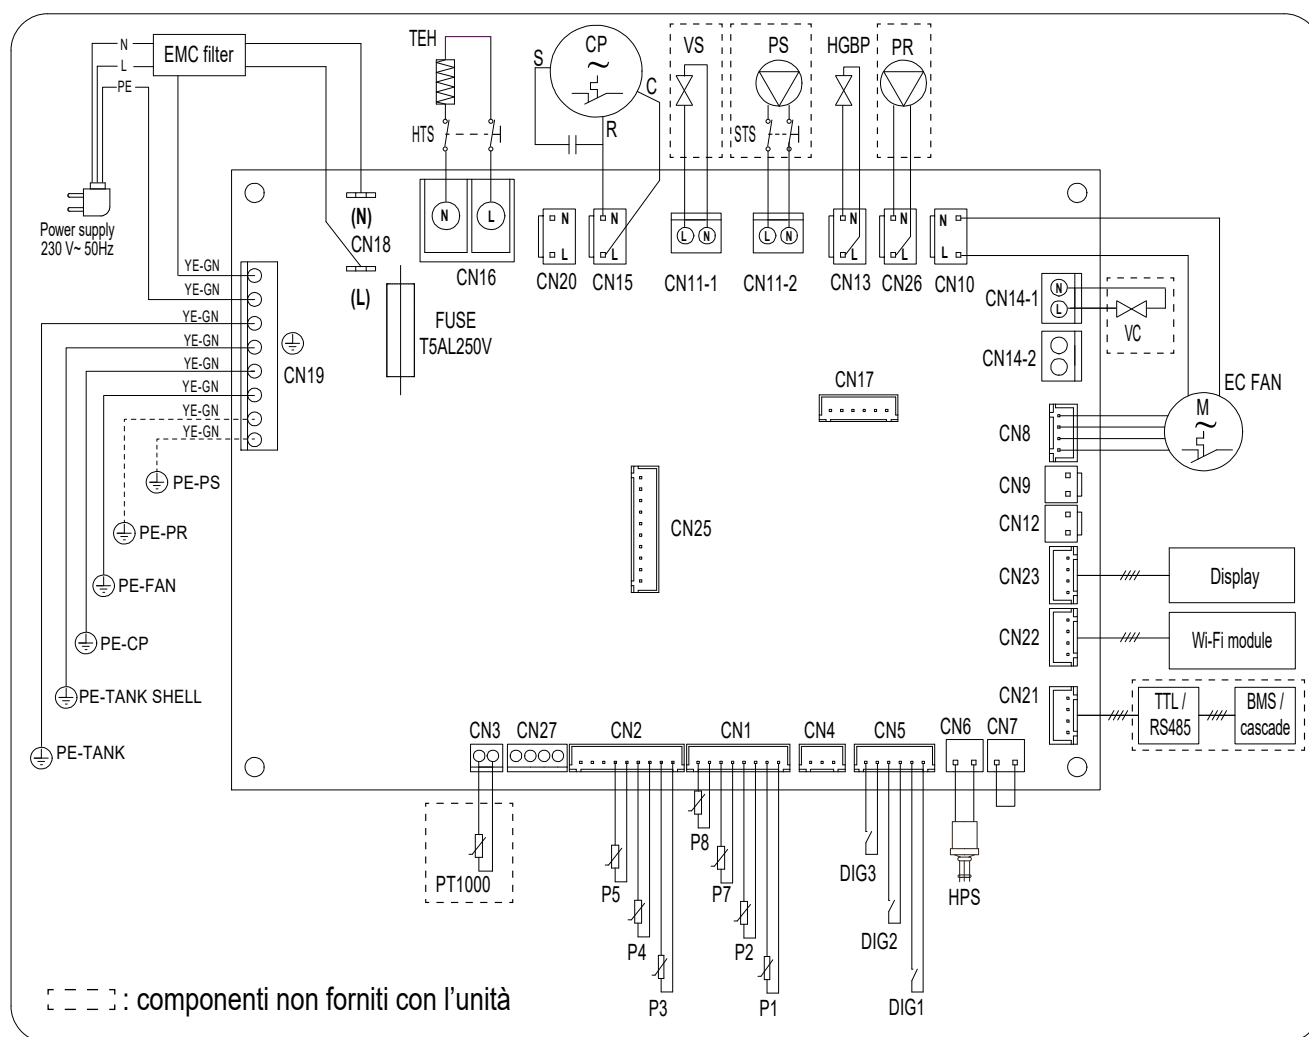

fig. 72 - Schema elettrico dell'apparecchiatura
- 1) La sonda PT1000 (part. 20) del pannello solare va collegata al morsetto CN3 (rif. "fig. 72 - Schema elettrico dell'apparecchiatura" a pagina 57) della scheda madre del master.
- 2) La pompa solare (part. 25) va collegata al morsetto CN11-2 (rif. "fig. 72 - Schema elettrico dell'apparecchiatura" a pagina 57) della scheda madre del master. L'alimentazione elettrica della pompa solare va intercettata dai termostati di sicurezza solare (uno per ciascuna unità) che vanno collegati in serie: questo per consentire il blocco della pompa solare in caso di sovratemperature in una delle unità della cascata
- 3) Montare una valvola solenoide normalmente chiusa (part. 32) per ciascuna unità della cascata. La valvola va collegata al morsetto CN11-1 (rif. "fig. 72 - Schema elettrico dell'apparecchiatura" a pagina 57) della scheda madre di ciascuna unità.